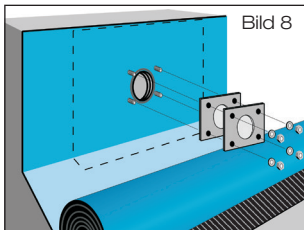

Bild 8
1.8 Dampfsperrbahn anbringen und mit Losflansch und beiliegenden Schrauben verklemmen (Bild 8). Bei Dampfsperrbahn aus Kunststoff bitte Kompressionsdichtung anbringen. Beiliegende Schrauben mit Steck- oder Ringschlüssel SW 17 gegenüberliegend anziehen.